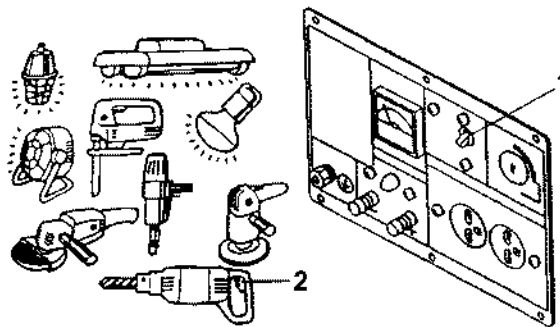

Рис. 66
1. Выключите рубильник (Рис. 66, (1)) дизельного генератора. Если подключена нагрузка, выключите (Рис. 66, (2)) все подключенные устройства.
1. Выключите переключатели (Рис. 66, (2)) подключенных устройств и рубильник (Рис. 66, (1)) дизельного генератора.